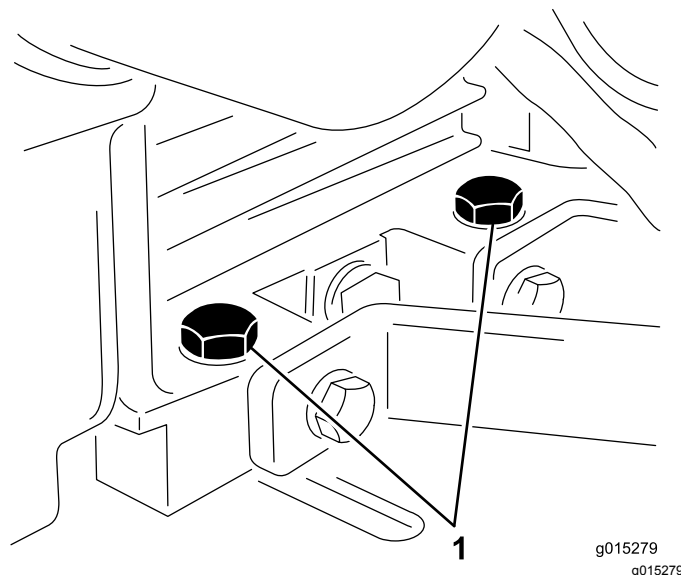

Рисунок 21
2. Ослабьте болты крепления двигателя (Рисунок 21).